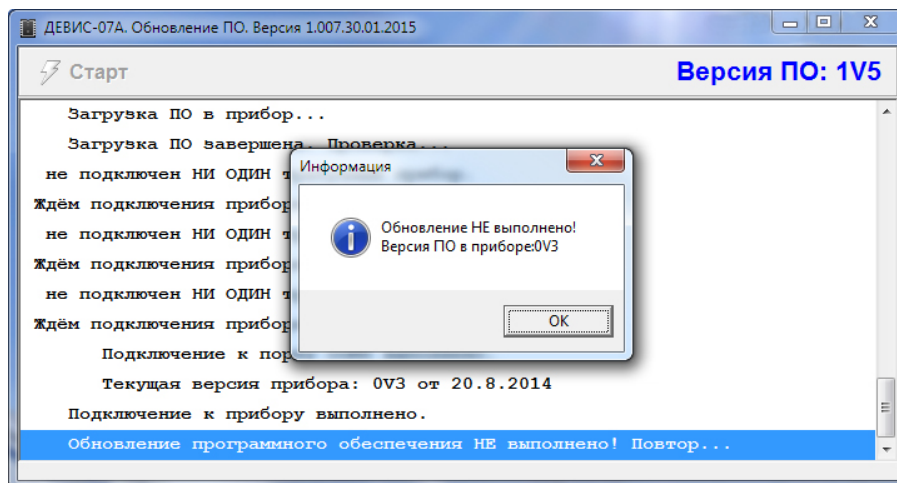

Рисунок 13 – ПО не обновлено.
- 2.8. После установления связи Программа произведет проверку установленной версии ПО. Если программное обеспечение установлено некорректно, то Пользователю будет показано соответствующее сообщение (см. рисунок 13). После подтверждения нажатием на кнопку «ОК», программа перейдёт к повторному выполнению алгоритма обновления ПО, начиная с п. 2.5.